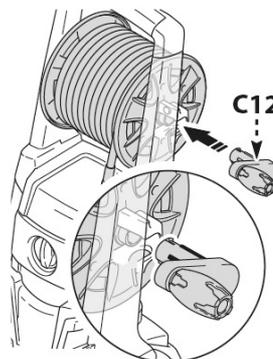

Abb. 5: Montage
Schritt 3: Stecken Sie den Griff (Pos. C12, Abb. 5) bis zum Anschlag an die Aufnahme an der Trommel.